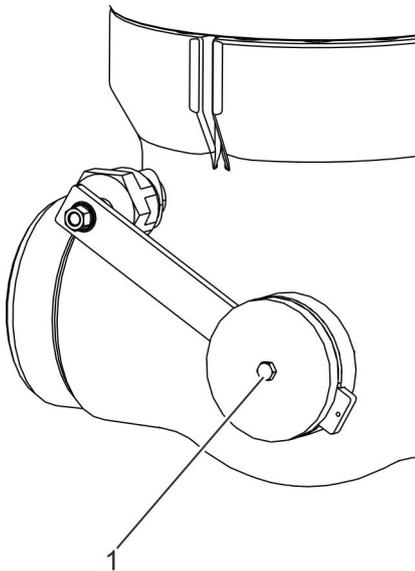

Abb. 13: Verschraubung lösen
**1.** ▶ Verschraubung (Abb. 13/1) lösen.